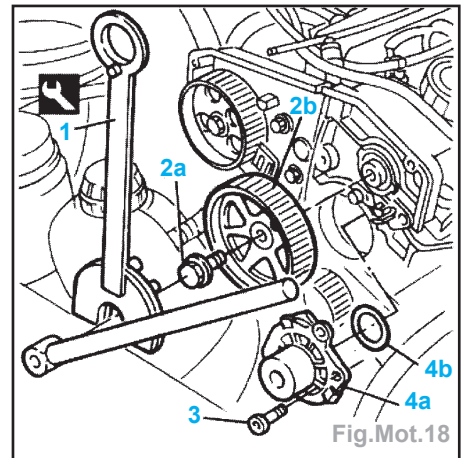

Fig.Mot.18
- Déposer (Fig.Mot.18) :
- la vis (2a) et le pignon (2b) de distribution de l'ACT à l'aide des outils (1),
- les vis (3) et la pompe à eau (4a) avec son joint (4b).